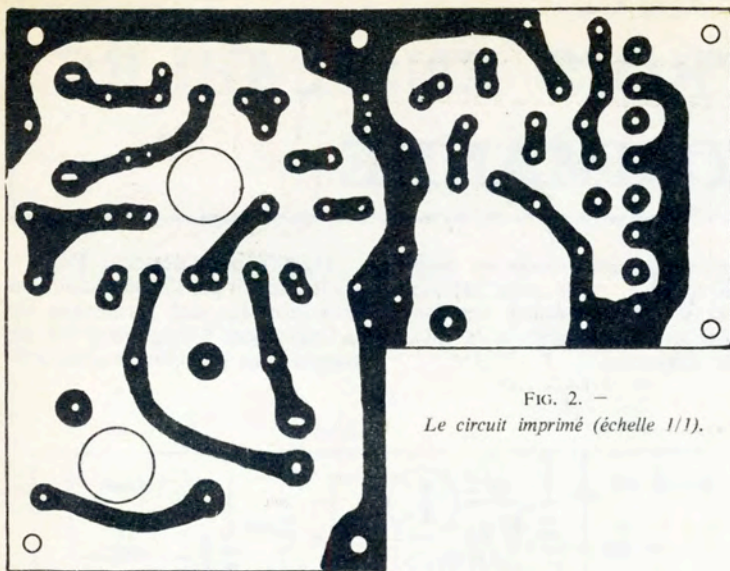

FIG. 2. -
a) **Le circuit imprimé** (Fig. 2). En bakélite cuivrée ou en verre époxy. Nous avons déjà exposé notre méthode dans les numé-
Poser un rhodoïd de 10/10 sur le dessin du CI (par exemple sur la Fig. 2) et pointer tous les plots, tous les trous et tous les détails importants.
Vous avez compris qu'il s'agit d'avoir ainsi le pochoir complet du CI. Attention, dans quelques cas de CI, il faudra prévoir des attaches, faute de quoi, certaines régions disparaîtraient. (Ce n'est pas le cas pour la Fig. 2).